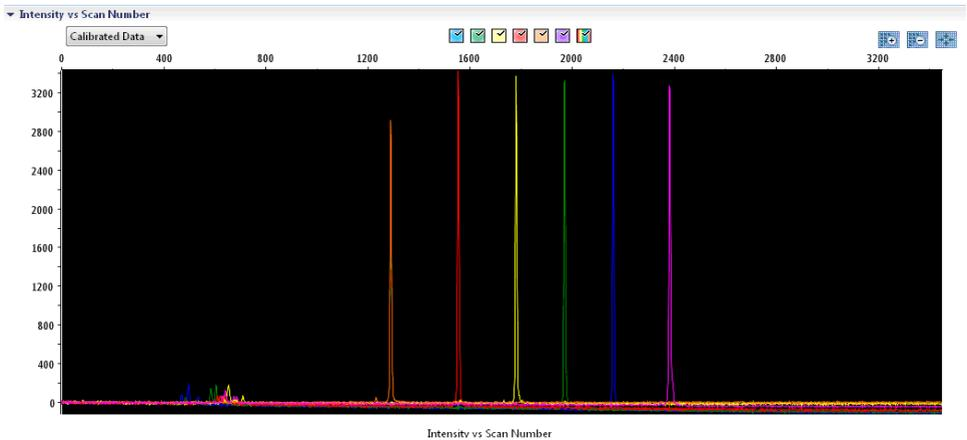

Abbildung 2. Elektropherogramm der spektralen Kalibrierung mit Matrix Standard BT6 auf einem Applied Biosystems 3500 Genetic Analyzer.
- Untersuchen Sie die Matrixproben auf eine flache Basislinie. Wie in Abbildung 2 gezeigt, sollten für jede Matrixprobe 6 Peaks mit Höhen im Bereich von 1000–6000 RFU vorhanden sein.